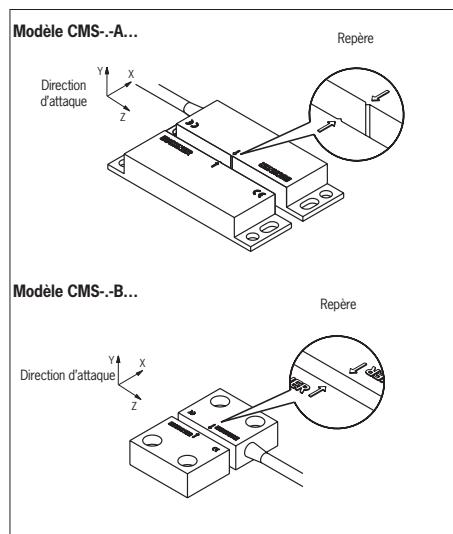

Fig. 2 : Alignement tête de lecture et actionneur
- les faces actives de la tête de lecture et de l'actionneur soient placées face à face et coïncident lorsque le protecteur est fermé (voir Fig. 2)